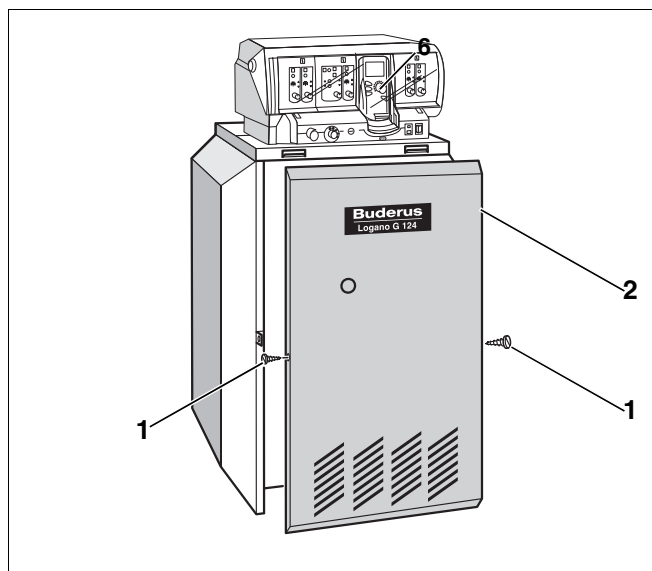

Fig. 36 Montați peretele frontal al cazanului
- Introduceți peretele frontal (Fig. 36, **Poz. 2**) al cazanului.
- Răsuciți (Fig. 36, **Poz. 1**) șuruburile de siguranță în stânga și în dreapta pereților laterali.